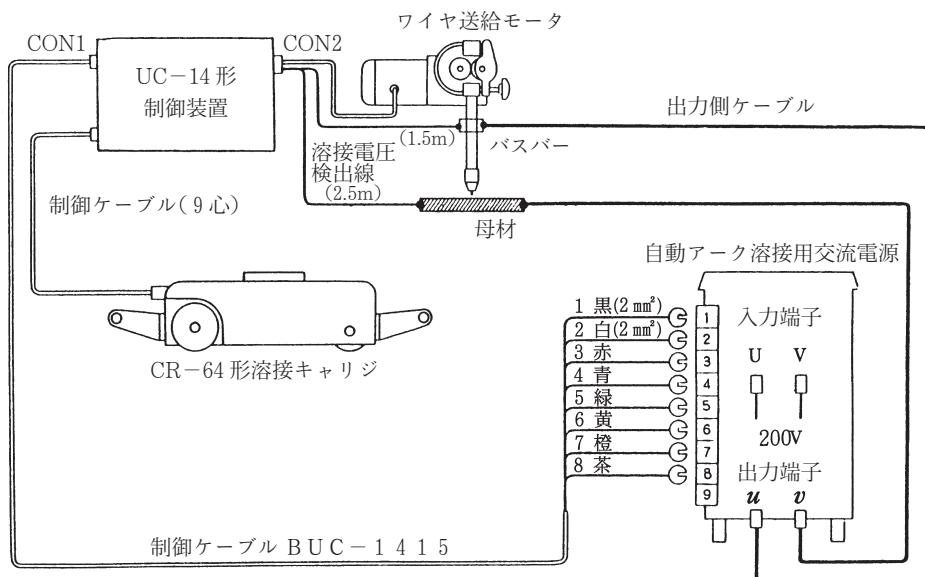

図 2. 外部接続図
- (1) 溶接電源の出力端子を、オートメルト溶接機のバスバーおよび母材に接続してください。ケーブルの太さは 500 ~ 600 A 当たり 100 mm2 が必要です。
- (2) 本機から出ている制御ケーブル (9 心) のプラグを、キャリジの制御用コンセントに接続してください。
- (3) オートメルト溶接機のワイヤ送給モータから出ている制御ケーブルのプラグを、本機の制御用コンセント CON 2 に接続し、そのプラグから分かれている 2 本の溶接電圧検出線をバスバーと母材に接続してください。
- (4) 制御ケーブル BUC-1415 (1.5 m) のプラグを本機の制御用コンセント CON 1 に接続し、接続端子を溶接電源の制御用端子台に接続してください。(図 2 参照)